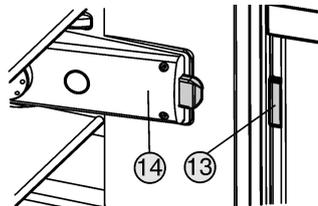

Fig. 8
Der Schaltknocken Fig. 8 (13) muss sich auf der Seite des Lichtgehäuses Fig. 8 (14) befinden.